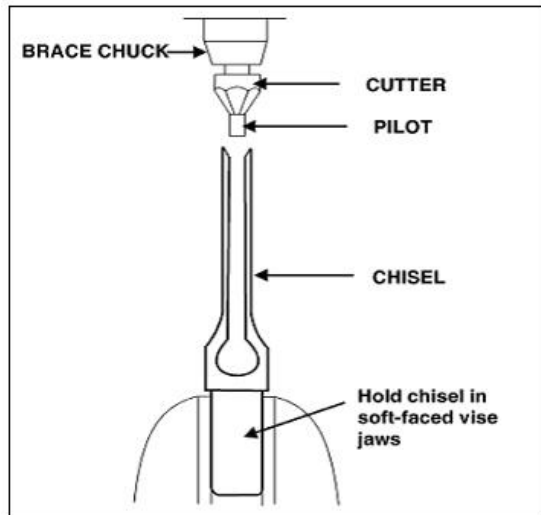

Fig. 14
- Aiguiser le ciseau avec un ciseau à mortaise et à tenon de la bonne taille guide. (La taille du pilote varie en fonction de la taille du ciseau). Deux à trois tours de la fraise dans le mandrin du charpentier suffisent pour affûter le ciseau, comme illustré à la figure 14 .